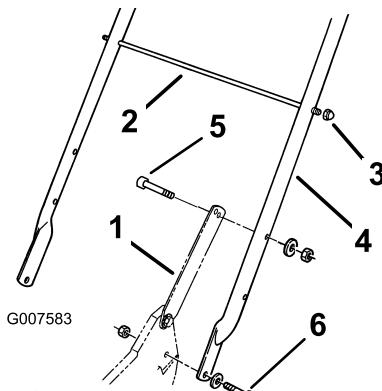

Рисунок 3
помощью двух болтов (5/16 x 1-1/4 дюйма), шайб и тонких контргаек (5/16 дюйма) (Рисунок 3).
- Прикрепите защелки рукоятки к рукоятке с помощью двух болтов (5/16 x 1-1/2 дюйма), шайб и контргаек (5/16 дюйма) (Рисунок 3).
3. Вставьте опорный штырь мешка во второе отверстие из числа верхних монтажных отверстий в рукоятке и прикрепите каждый конец с помощью колпачковой контргайки (Рисунок 3).